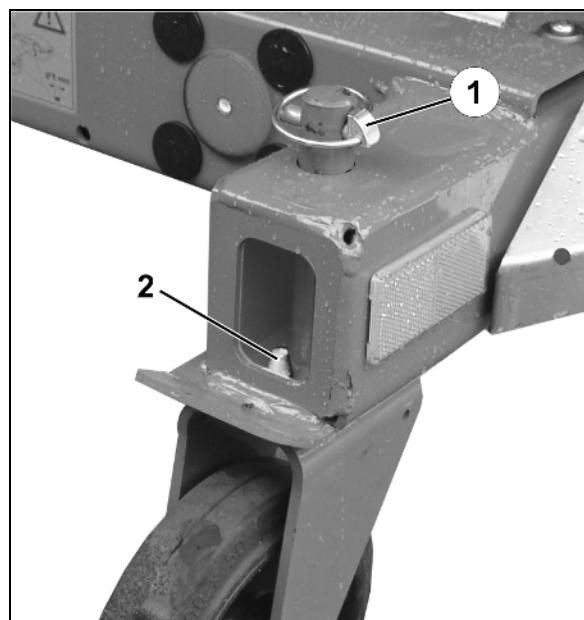

Fig. 28
6. Faste bremseruller bak (Fig. 28)
- o monter, og sikre med splint (Fig. 28/1), hhv.
Når de faste rullene monteres, må du passe på at boltene (Fig. 28/2) griper gjennom boringen til rammen og dermed holder rullene i lengderetningen.